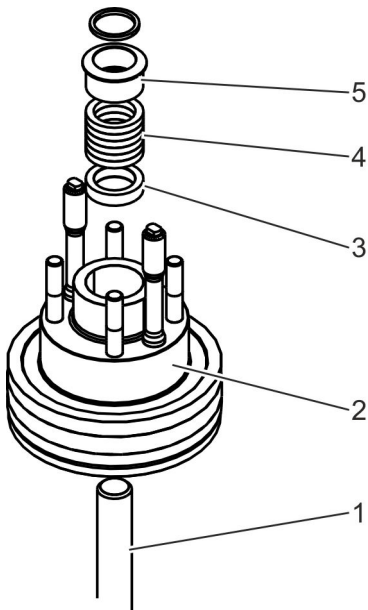

Abb. 42: Spindel mit Stopfbuchs- und Verschlussdeckelelementen
18. ➤ Stopfbuchring (Abb. 42/5) von der Spindel (Abb. 42/1) abnehmen.
19. ➤ Packungsringe (Abb. 42/4) von der Spindel (Abb. 42/1) abnehmen.
20. ➤ Führungshülse oder Grundring (Abb. 42/3) von der Spindel (Abb. 42/1) abnehmen.
21. ➤ Verschlussdeckel (Abb. 42/2) von der Spindel (Abb. 42/1) abnehmen.